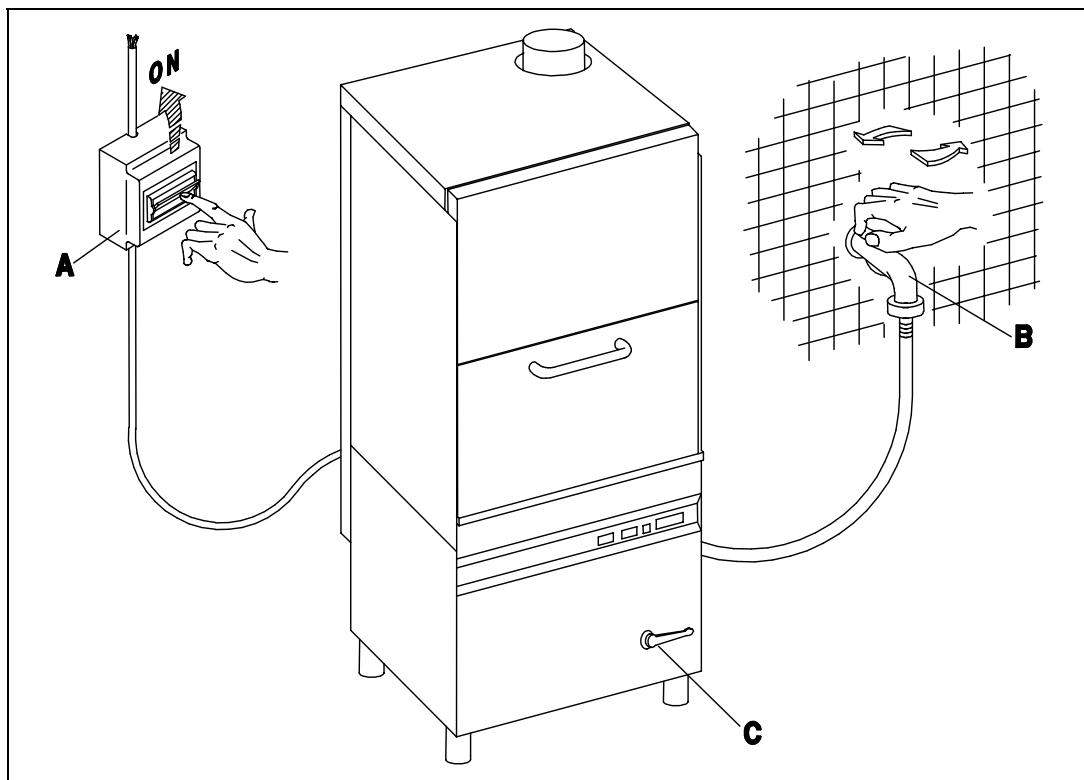

Fig. 3-1
- Chiudere la valvola di scarico (C), aprire il rubinetto dell'acqua (B), inserire l'interruttore generale (A) ed attivare l'interruttore 0-I (E), l'accensione della spia di linea (D) dimostrerà che l'apparecchio è in tensione, avrà così inizio il carico dell'acqua nel serbatoio e successivamente nella vasca. Alla fine dell'operazione di caricamento acqua si inseriranno automaticamente le resistenze del serbatoio e della vasca. Una volta che le temperature visualizzate dai termometri (T1) e (T2) avranno raggiunto le temperature impostate, sui termostati vasca e serbatoio (boiler), l'apparecchio sarà pronto per iniziare il lavaggio. (fig.3-1÷3-2)
- Close the outlet valve (C), turn on the water tap (B), switch on the master switch (A) and switch on by means of the 0-I switch (E). The line warning light (D) illuminates to show that the appliance is live and the boiler and the tank are filled with water. When the appliance has been filled with water the boiler and tank heating elements are automatically activated. When the temperature shown on the thermometers (T1) and (T2) reaches the temperature set on the thermostats of the tank and the boiler, the appliance will be ready to start the washing programme. (fig.3-1÷3-2)
- Auslassventil (C), den Wasserhahn (B) öffnen, den Hauptschalter (A) betätigen und den Schalter 0-I (E) einschalten. Das Aufleuchten der Kontrolleuchte (D) zeigt an, daß das Gerät unter Spannung steht und daß das Wasser in den Boiler und anschließend in den Tank eingelassen wird. Nach dem Auffüllen mit Wasser schalten automatisch die Heizelemente im Boiler und im Tank ein. Wenn die von den Thermometern (T1) und (T2) angezeigten Temperaturen, die auf den Thermostaten des Tankes und des Boilers angesetzten Temperaturen erreicht haben, kann das Spülprogram gestartet werden. (fig.3-1÷3-2)
- Fermer la soupape de vidange (C), ouvrir le robinet de l'eau (B), insérer l'interrupteur général (A) et ouvrir l'interrupteur 0-I (E) le témoin lumineux vert (D) qui s'allume indique que l'appareil est sous tension et que le réservoir d'eau commence à être alimenté et que la cuve le sera ensuite elle aussi. A la fin de l'opération d'alimentation en eau, les éléments chauffants du réservoir et de la cuve entreront automatiquement en fonction. Une fois que la température affichée par les thermomètres (T1) et (T2) aura atteint les températures affichées sur les thermostats du réservoir et de la cuve, on pourra faire démarrer un programme de lavage. (fig.3-1÷3-2)
- Cierre la válvula de descarga (C), abra el grifo del agua (B), conectar el interruptor general (A) y conecte el interruptor general 0-I (E). El encendido del piloto de línea (D) indica que el aparato está en tensión: empieza a llenarse de agua el tanque y a continuación se llena la cuba. Al final de la carga del agua se conectan automáticamente las resistencias del tanque y de la cuba. Cuando las temperaturas que indican los termómetros (T1) y (T2) alcancen los valores prefijados en los termostatos de cuba y hervidor, el aparato estará listo para empezar el lavado. (fig.3-1÷3-2)
- Fehar a válvula de descarga (C), abrir a torneira de água (B), acionar o interruptor geral (A) e acionar o interruptor 0-I (E), a indicação do sinal luminoso (D), indicará que o aparelho está ligado, iniciará então o enchimento de água no reservatório e sucessivamente na cuba. Ao final da operação de enchimento de água, automaticamente funcionarão as resistências do reservatório e da cuba. Uma vez que as temperaturas visualizadas dos termômetros (T1) e (T2) atingirem os níveis ideais, nos termostatos da cuba e do reservatório (Boiler), o aparelho estará pronto para iniciar a lavagem. (fig.3-1÷3-2)